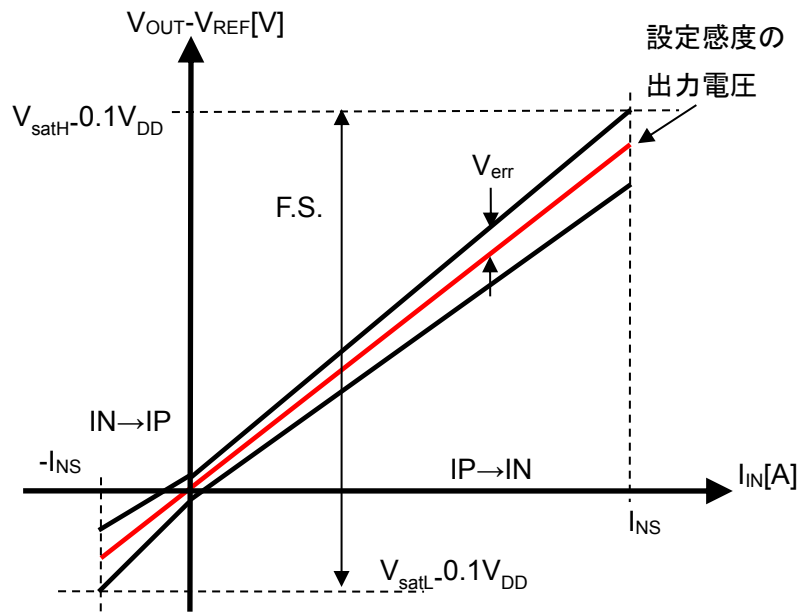

Figure 4. CZ-3720 の総合精度
10.4 総合精度  $E_{total}$  [%F.S.]は以下のように定義します。(Figure.4 参照)